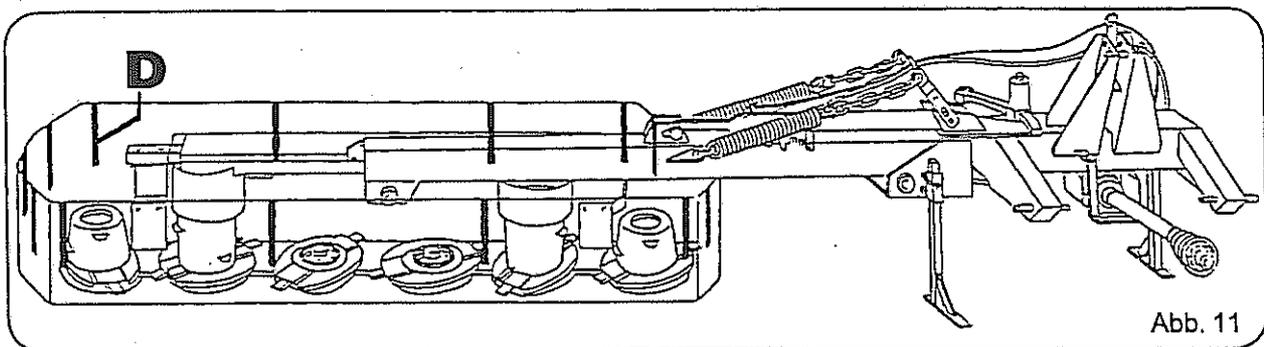

Abb. 11
- Die Schutzstabilisatoren mit den Blechschrauben 6,3 x 13 an den Schutzbügel (Abb. 11, Pos. D) schrauben. Vorn und hinten SM 220 / SM 260 je 4 Stück, SM 310 je 5 Stück Schutztuchstabilisatoren.